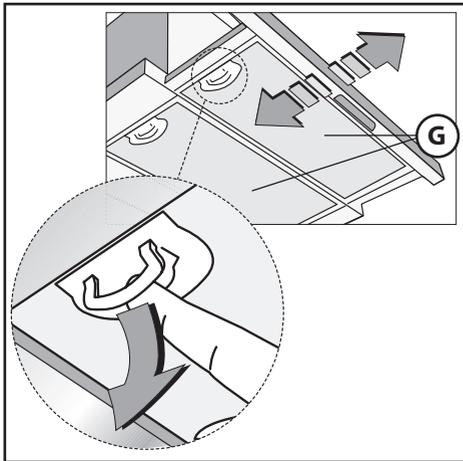

Fig.4
- Минимальная дистанция между опорной нагревающейся плоскостью и нижней частью кухонного дымохода должна быть не менее **65 см**. Если применяется соединительная труба из двух и более частей, то верхняя часть должна располагаться снаружи нижней части. Не соединять выброс из вытяжки с каналом циркуляции горячего воздуха или с аналом, используемым для отвода дыма от устройств, запитываемых иной энергией кроме электрической. Перед тем как приступить к сборке устройства, для облегчения его монтажа отсоедините фильтр/жироулавливающий фильтр (Рис.4).